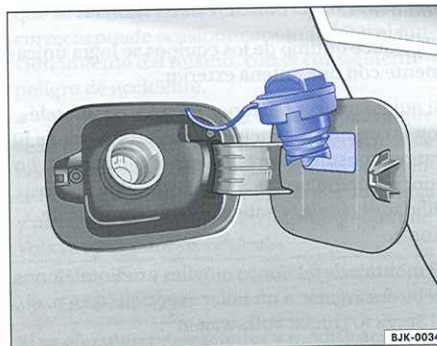

Fig. 8 Tapa del depósito abierta con el tapón enganchado en ella
– Enganche el tapón en el orificio previsto en la bisagra de la tapa del depósito ⇒ fig. 8.